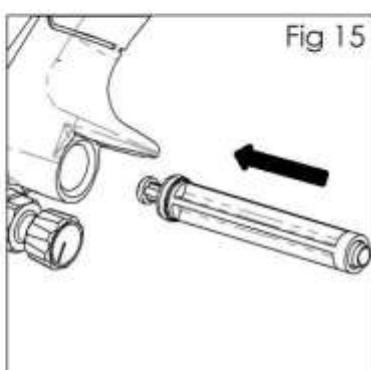

Fig 15
13. Установите седло клапана (19) на корпус краскораспылителя. (См. рис. 15.)